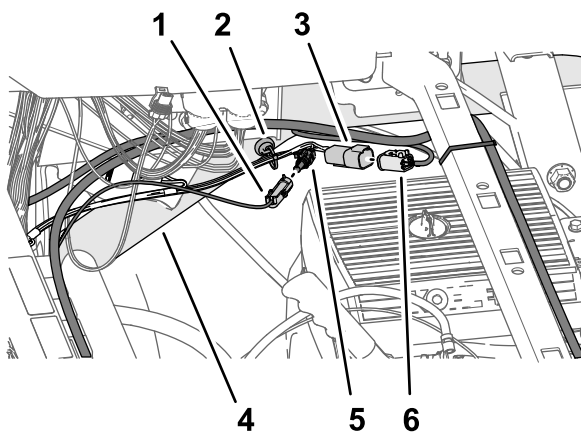

Figura 204
3. Ligue o conector de um pino da cablagem da bateria rotulada *****IMPORTANTE***LIGUE ESTE FIO UNICAMENTE A FONTE DE ALIMENTAÇÃO LIGADA 12 v (***)important(***) only connect this wire to switched 12v power source)** no conector de uma tomada da seção com 66 cm da cablagem do kit (Figura 204) rotulado SW'D PWR DE GEN 2 TOPCON (sw'd pwr for gen 2 topcon).
4. Ligue o conector de quatro pinos da secção de cablagem de 66 cm do kit rotulado ALIMENTAÇÃO ASC 10 E CAN DO X30 (asc 10 pwr & can from x30) ao conector de quatro tomadas da secção da cablagem de dados rotulado CAN 2/ASC10 BUS (Figura 204).